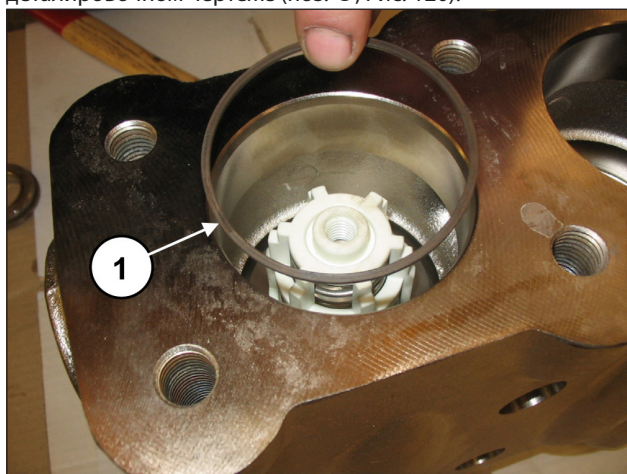

Рис. 120
Вставьте антиэкструзионное кольцо, поз. №16 на деталировочном чертеже (поз. ①, Рис. 120).